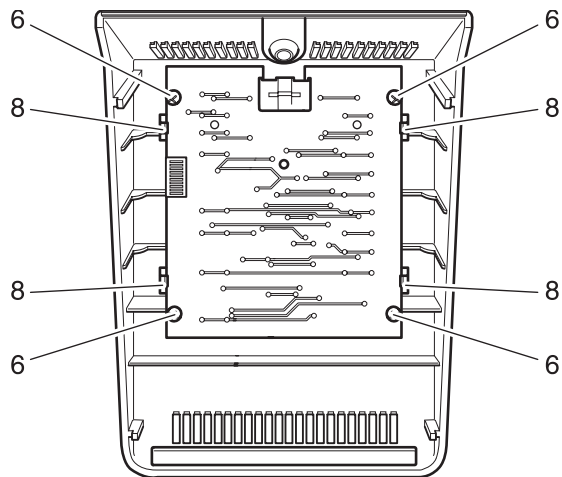

Fig. 16b
- Die vier Laschen 8 leicht anheben und die Blende abnehmen (Fig. 16b).